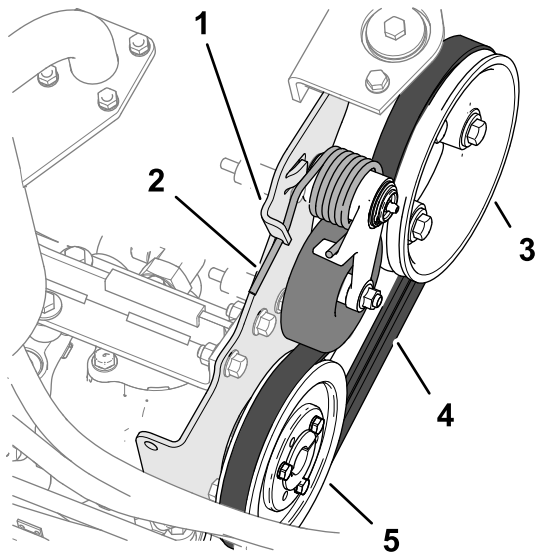

Figura 81
2. Presione hacia abajo el extremo del muelle tensor de la correa y retírelo de la muesca del soporte de la bomba, y mueva el extremo del muelle hacia adelante (Figura 81).